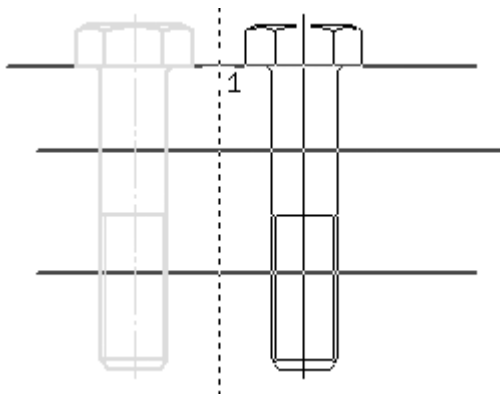

Рис. 2.36. Создание симметричного изображения
2. Нажмите кнопку **Симметрия** на панели Редактирование. Укажите две точки прямой, относительно которой нужно получить симметричное изображение (прямая отрисовывается пунктиром). Пусть, например, это будет вертикальная прямая, немного смещенная вправо от отображаемого болта (рис. 2.36).